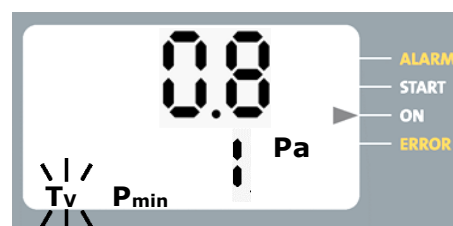

Abb. 13: Verzögerungszeit aktiv
1. Unterschreitet der gemessene Differenzdruck den eingestellten Differenzdruckgrenzwert (P_{min}) blinkt das Zeichen „ T_v “ (Abb. 13).